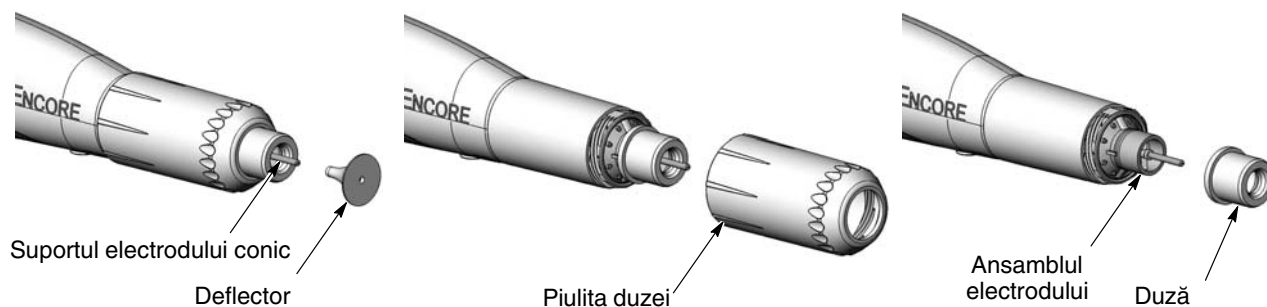

Figura 4-8 Schimbarea duzei conice
2. Vezi Figura 4-8. Trageți ușor deflectorul de pe ansamblul electrodului. Dacă schimbați numai deflectorul, instalați piesa nouă pe ansamblul electrodului, având grijă să nu îndoiiți conductorul electrodului.